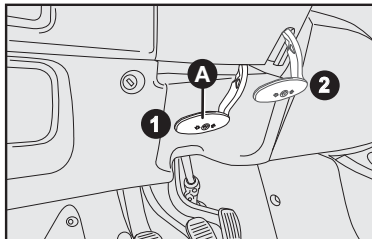

fig. 11
VOLANTE - fig. 11
- 1) deslocar a alavanca **A-fig. 11** para a posição **2-fig. 11**;
- 3) retornar a alavanca à posição **1-fig. 11** para travar o volante novamente.